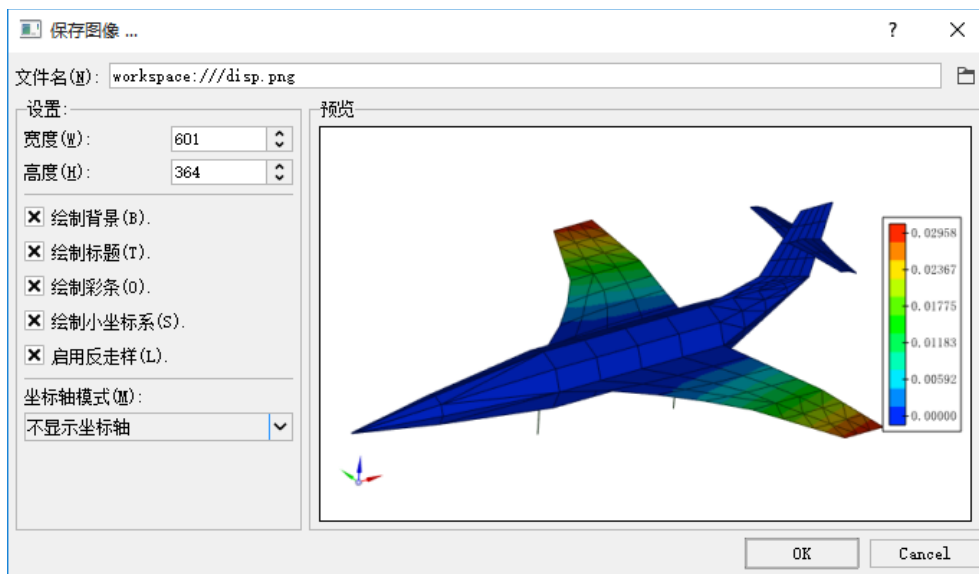

图 5-9 保存图像
5. 点击工具栏按钮 ，选择保存图像，将位移云图保存为图片，支持设置图片大小、背景、标题、彩条等，如图 5.9 所示。